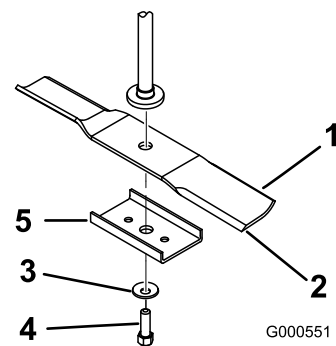

Figura 54
2. Togliete il bullone della lama, la rondella curva, il rinforzo della lama e la lama dall'asse del fusello (Figura 54).
1. Montate la lama sull'asse del fusello (Figura 54).
2. Montate il rinforzo della lama, la rondella curva (lato concavo verso la lama) ed il bullone della lama (Figura 54).